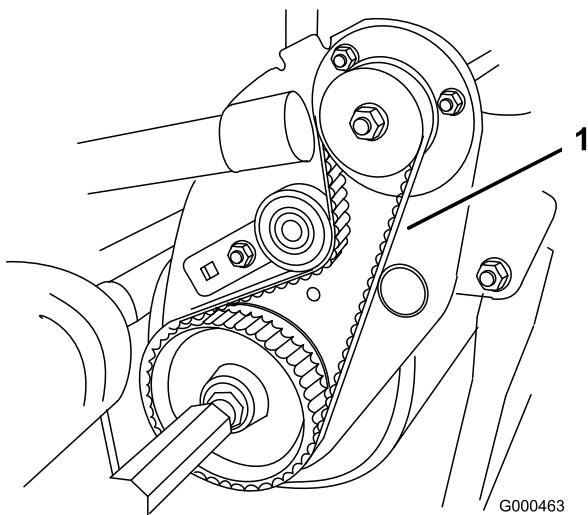

Figura 42
2. Compruebe la tensión presionando la correa (Figura 42) en el punto intermedio entre las poleas con una fuerza de $2 \pm 0,5$ kg. La correa debe desviarse entre 4,8 y 7,9 mm. Si la desviación no es la correcta, continúe con el paso siguiente.